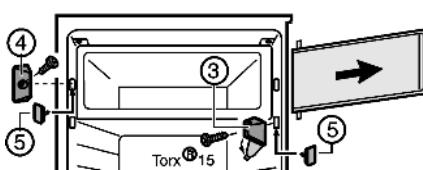

Fig. 3
- Откиньте крышку на опорном кронштейне Fig. 3 (3).
- Открутите опорный кронштейн Fig. 3 (3) с дверцей камеры.
- ▶ Открутите запирающий элемент Fig. 3 (4).
- ▶ Закройте образовавшиеся отверстия прилагающимися пробками Fig. 3 (5).